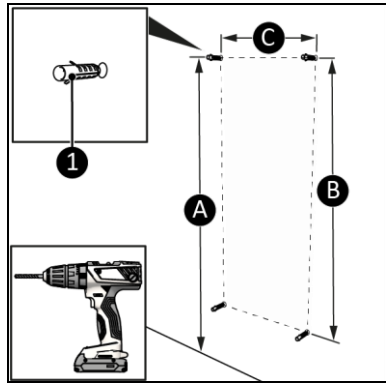

Figure 8
4. Percez deux trous supérieurs pour les chevilles en observant une distance horizontale de 392 mm entre les trous (figure 8, pos. C). Utilisez les distances de la liste ci-dessous pour vous assurer que la distance au sol est d'au moins 60 cm sous l'appareil. (Figure 8, pos. A) :
5. Percez deux trous inférieurs pour les chevilles en observant une distance horizontale de 392 mm entre les trous (figure 8, pos. C). La distance verticale entre les trous inférieurs et supérieurs est d'environ (figure 8, pos. B) :
6. Insérez les chevilles et les bagues accompagnant le produit (figure 8, pos. 1).